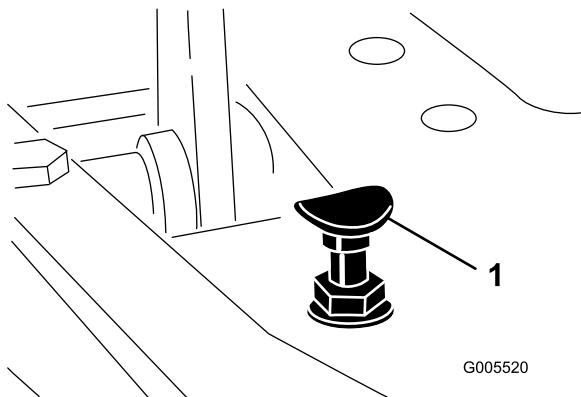

Bild 42
Stellen Sie den Funktionsschalthebel in die TRANSPORT-Stellung und treten Sie auf das Fahrpedal, um die maximale Transportgeschwindigkeit zu erreichen. Wenn das Pedal den Anschlag erreicht (Bild 42), bevor das Kabel gespannt ist, führen Sie folgende Einstellungsschritte aus:
1. Stellen Sie den Funktionsschalthebel in die TRANSPORT-Stellung lösen Sie die Sicherungsmutter, mit der der Pedalanschlag an der Bodenplatte befestigt ist (Bild 42).